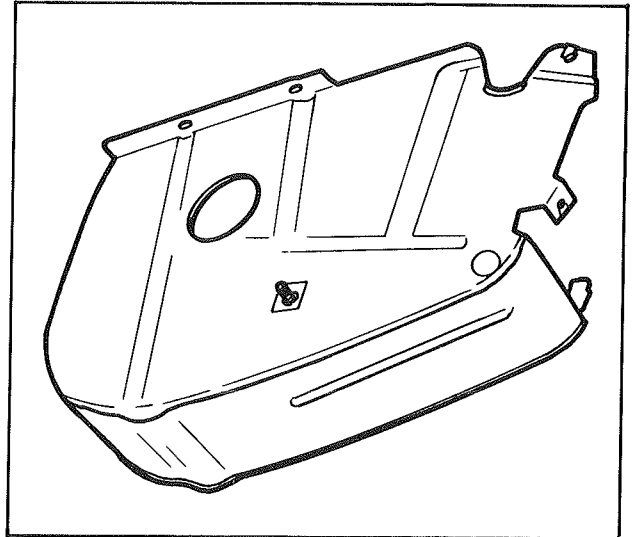

Fig. 1
- Déposer le carter de protection de poulie de vilebrequin et d'alternateur (fig. 1).